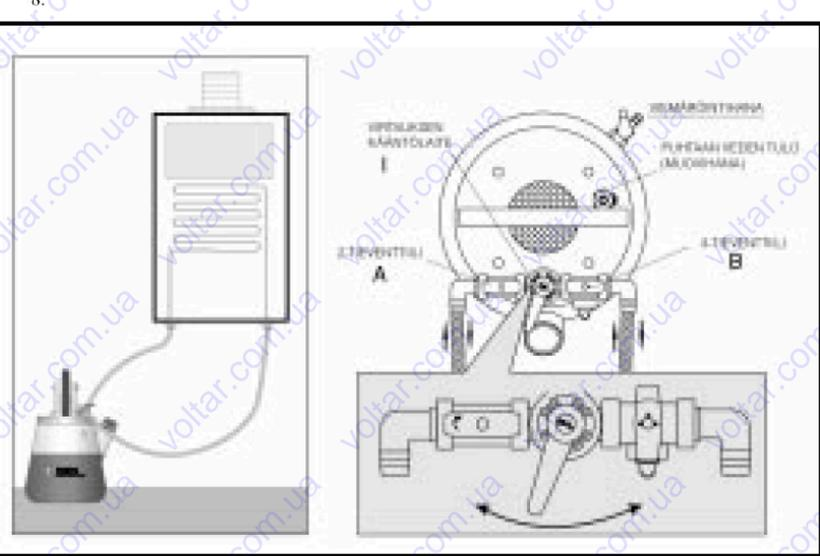

Fig. 1
Прикрепите шланги к очищаемому оборудованию и вставьте штекер в сеть 220V/50Hz, откройте крышку (чтобы выпустить образовавшийся газ), приведите двойной (A) и тройной (B) клапан в соответствующее положение (см. рис. 1), закройте приток чистой воды и включите насос.